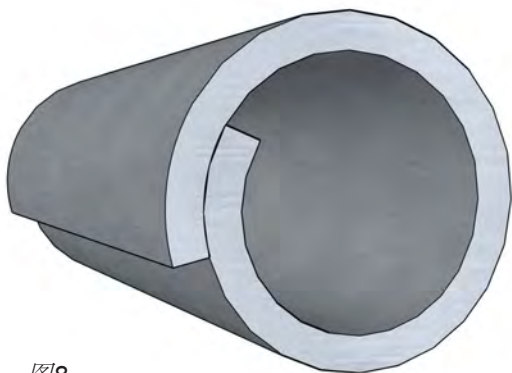

图8
03.2.3 水平管道包裹时应注意气纳米微孔保温毡的纵向搭缝应上搭下 (图8)